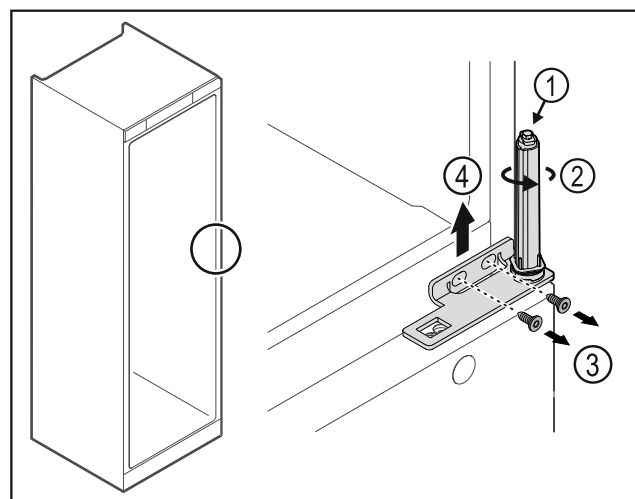

Fig. 32
- ▶ Ta inte isär dörrlåssystemet Fig. 32 (1).
- ▶ Vrid låssystemet Fig. 32 (2) tills det klickar.
- ▶ Lossa skruvarna Fig. 32 (3), ta av gångjärnsfästet uppåt Fig. 32 (4).